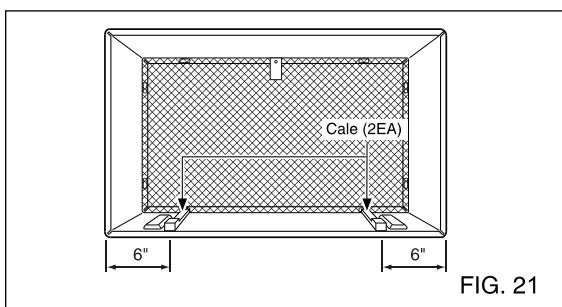

FIG. 21
- 7** Pour créer une inclinaison vers l'arrière pour éviter que l'eau ne stagne dans l'appareil, retirez le support des cales 11-13/16 et attachez ces cales comme le montre Fig 21. Placez la partie élevée de la cale devant la nervure du socle du caisson mural.